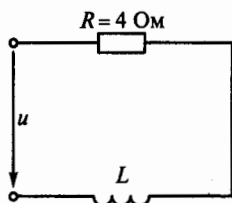

Рис. 99
**3.55.** В цепи, изображенной на рис. 99, при частоте  $f = 50$  Гц полное сопротивление  $z$  равно  $5$  Ом. Чему будет равно сопротивление этой же цепи при частоте  $f = 150$  Гц?